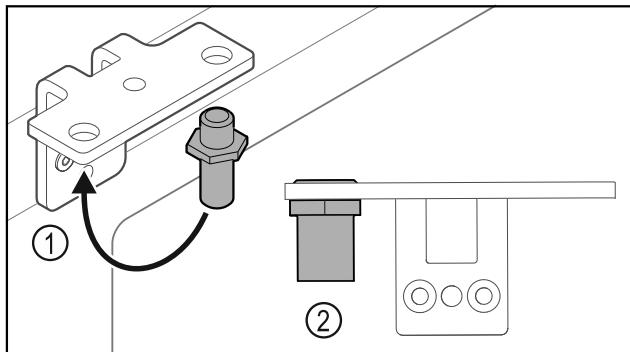

Fig. 31
- Μεταφέρετε τον πείρο Fig. 31 (1) στη γωνία μεντεσέ.
- Σφίξτε τον πείρο Fig. 31 (2) με ροπή **12 Nm**.